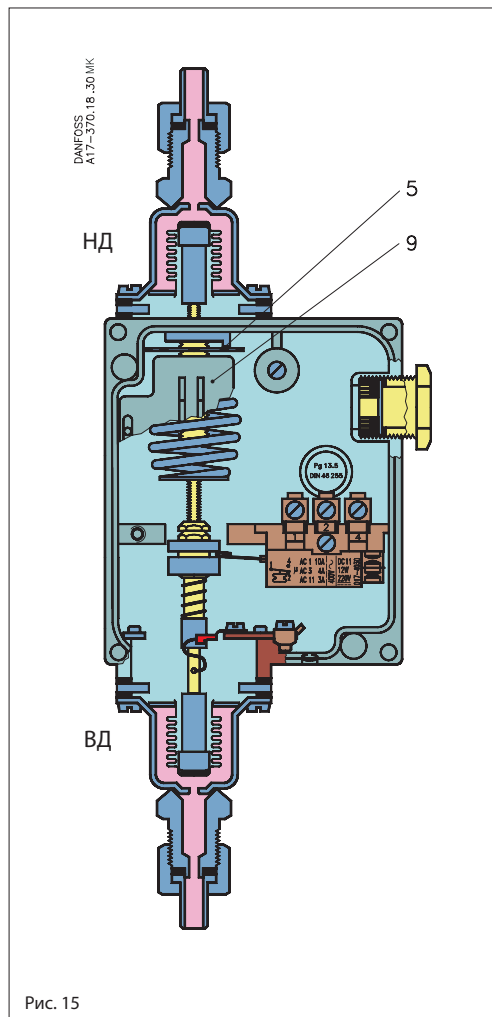

Рис. 15
Перед настройкой необходимо снять переднюю крышку. Настройка производится при помощи диска 5, при этом устанавливаемое значение можно контролировать по шкале 9 индикатора (см. рис. 15).
**Решение:** Выбираем реле давления RT 262AL и устанавливаем диск перепада давления 5 на  $1,0 - 0,1 = 0,9$  бар (рис. 15), где 0,1 бар – фиксированный дифференциал. Диск нейтральной зоны остается с заводской настройкой (красная метка).